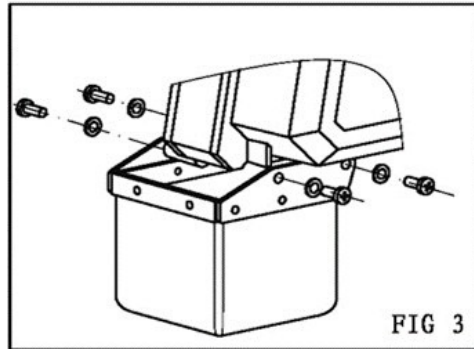

FIG. 3 — Retrait du sac de la chaîne
RETRAIT ET INSTALLATION DE LA CHAÎNE DE CHARGE (FIG. 3, 4 et 5)
- 1) Retirez le sac de la chaîne (FIG. 3).